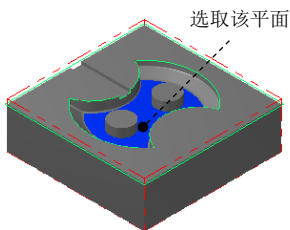

图 22.38 选取加工面
(1) 在图形区中选取图 22.38 所示的面（共 1 个面），然后按 Enter 键，系统弹出“刀具路径的曲面选取”对话框。